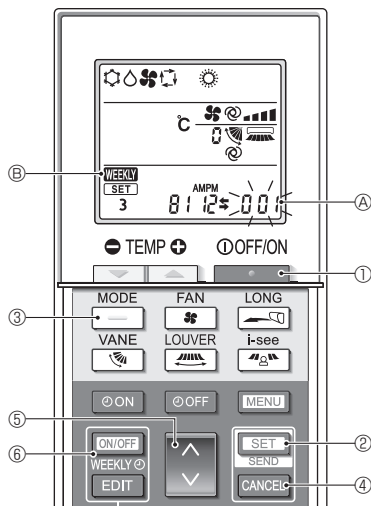

Fig. 6-7
- Appuyez sur la touche ②.
6.8.8. Désactivation du mode AUTO (Fig. 6-7)
- Appuyez sur la touche ① pour arrêter le climatiseur.
- Si la minuterie hebdomadaire est activée, appuyez sur la touche ⑩ pour la désactiver. (⑧ disparaît.)
- Appuyez sur la touche ② pendant 5 secondes.
- L'appareil passe en mode de réglage des fonctions. (Le numéro de réglage du modèle ① clignote.)
- Appuyez sur la touche ⑤.
- Achèvement des réglages (Fig. 6-7)